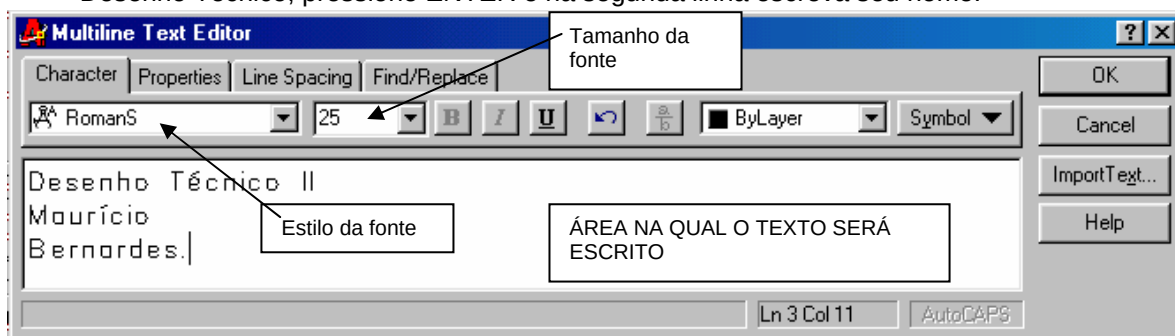

Figura 6.2 – Janela Multiline Text Editor
2. Perceba que o programa solicitará o canto oposto do retângulo supracitado. Escolha esse ponto na área de trabalho com o auxílio do mouse. Aparecerá na área de trabalho a janela Multiline Text Editor, aberta na pasta Character (figura 6.2). Escolha RomanS como o tipo de fonte a ser utilizada. Para o tamanho da fonte digite 25. Em seguida escreva na primeira linha o texto Desenho Técnico, pressione ENTER e na segunda linha escreva seu nome.